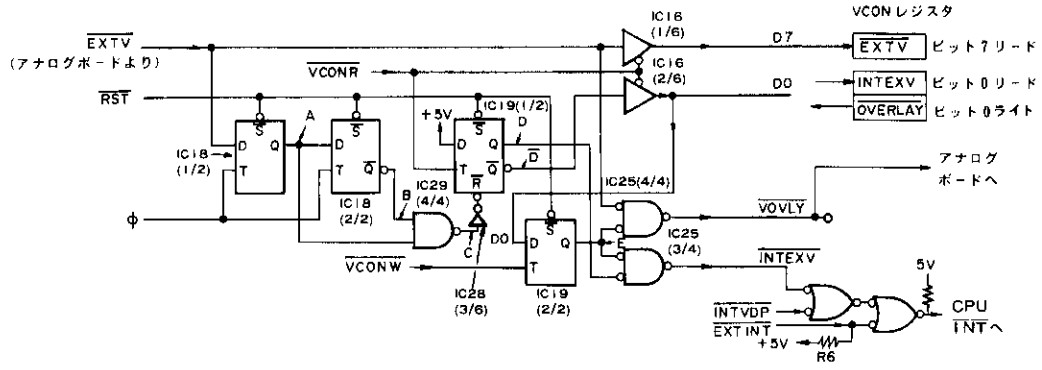

図11-13 画面制御回路
- ①VOVLYはコンピュータモードと、スーパーインポーズ或は外部ビデオモードの切換を行うための制御信号であり、外部ビデオ信号が入力されており(EXTVがL)かつ、VCONレジスタビット0にLを書き込んだ場合にのみLとなる。
- ②RST→I.時には、図11-13のE点をHとし、VOVLY→Hとする。
- ③VCONWの立上りでD0の状態(LまたはH)をラッチし、Q出力(E)と、EXTVとのORを取りVOVLY信号としている。